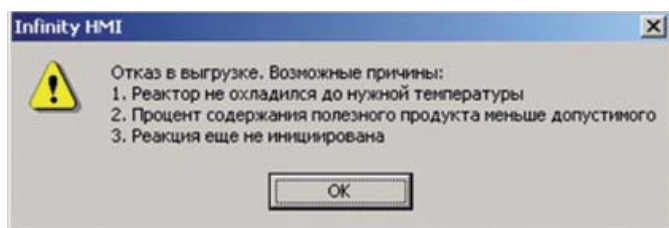

Рис. 11. Отказ в выгрузке.
- Кнопка «Выгрузка» предназначена для запуска процесса выгрузки продукта. Если не выполнено одно из условий успешной выгрузки, то будет выдано сообщение с перечнем возможных причин отказа выгрузки (рис. 11).